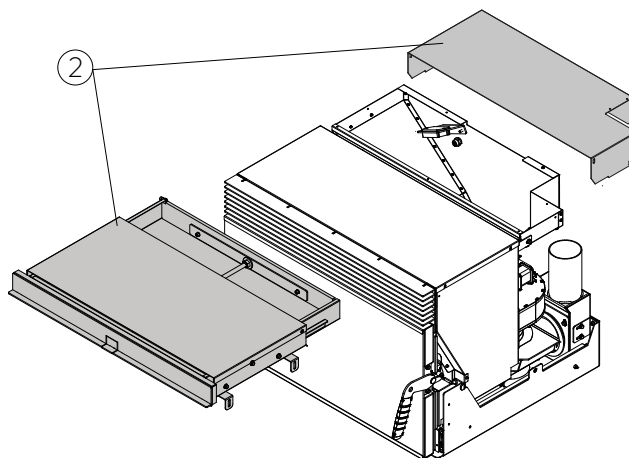

fig. 6.4.2
- B) Cajón de carga frontal para versión salida aire frontal no canalizada « 2 » (fig. 6.4.2)